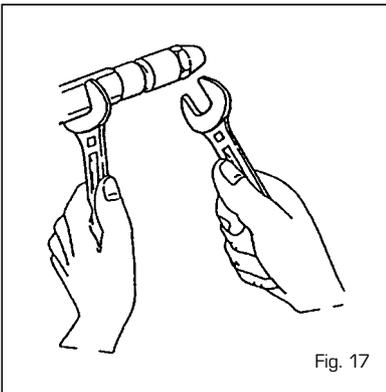

Fig. 17
- Bloquear el porta inyectores utilizando una llave n° 19 y destornillar el inyector con una llave n° 16 [fig. 17].